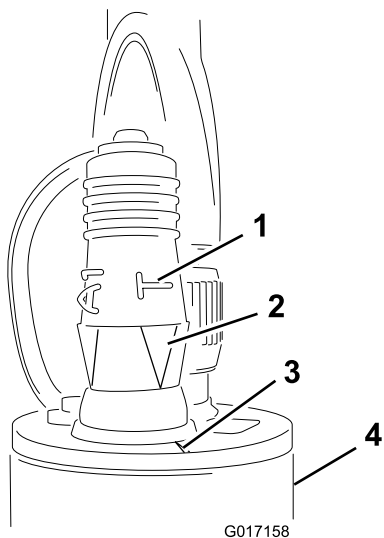

Figura 21
3. Montai fia pentru programare pe senzor (Figura 21).
Important: Asigurați-vă că aliniați săgeata de sub „T”-ul lateral cu canelura de pe marginea superioară a senzorului (Figura 21).